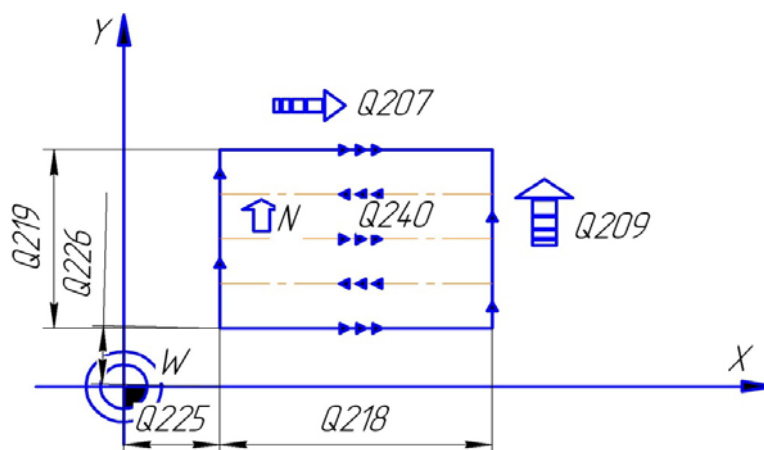

Рис. 5.4. Программируемые параметры в плоскости обработки
► **Точка старта 1-й оси** – координата минимальной точки фрезерованной поверхности по главной оси X плоскости обработки. Программируют параметром Q225 в абсолютных размерах (рис. 5.4).